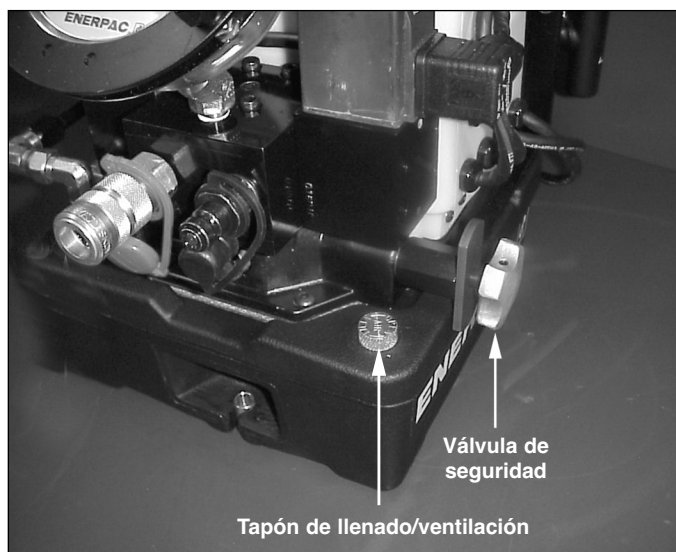

Figura 1 - Válvula de seguridad
4. Afloje la tuerca de retención y desenrosque (girando en sentido contrario a las agujas del reloj) la válvula de seguridad para impedir aumentos no deseados de la presión. No se necesitan herramientas para ajustar la válvula de seguridad. Vea la figura 1.
2. Afloje la tuerca de retención y desenrosque la válvula de seguridad para impedir aumentos no deseados de la presión. Vea la figura 1.